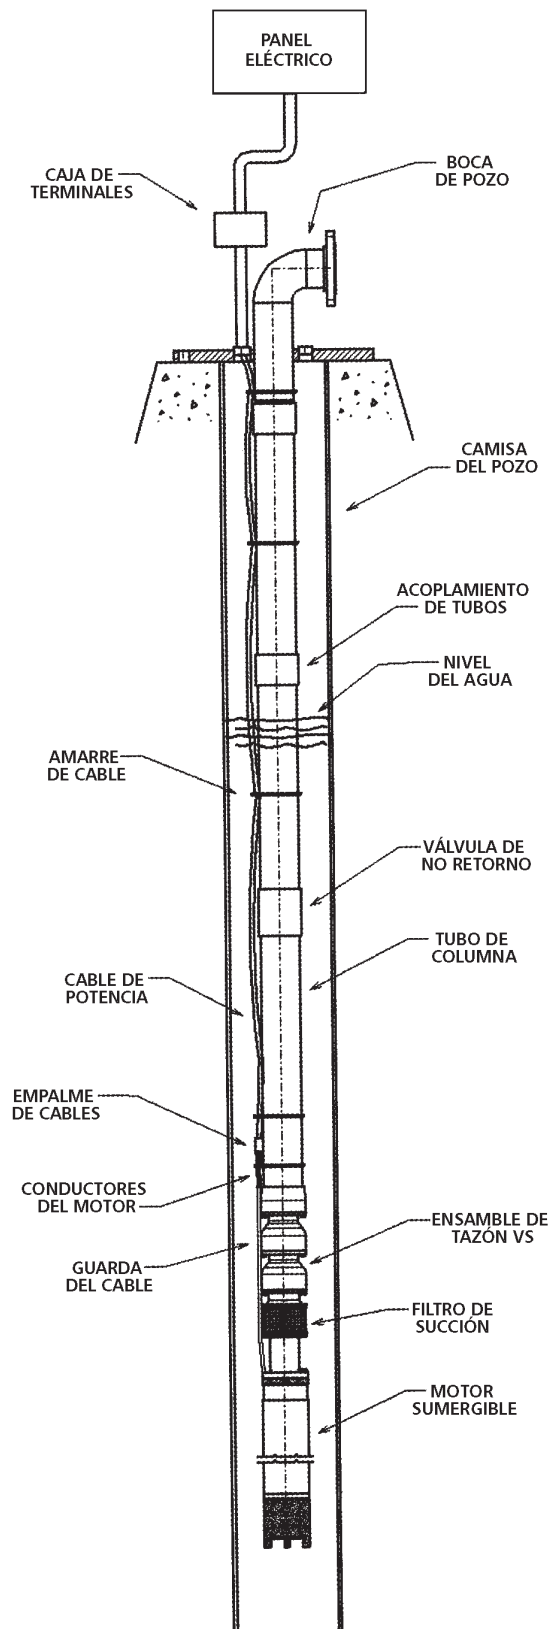

Figura 1 – Instalación típica de una bomba sumergible
La bomba Gould Pumps Modelo VS es del tipo de turbina sumergible diseñada para proporcionar un máximo de seguridad en la operación. Se ofrece con una capacidad de 100 a 5000 GPM y más, y con una cabeza estática de hasta 1000 pies. La Figura 1 muestra una bomba típica VS.
4. Instale una abrazadera de cable en cada lado del empalme de cable. *Vea la Figura 1.* Tenga cuidado de no dañar el cable. Si piensa instalar una línea aérea, coloque una guía al lado del cable y asegúrese de que no se pique con las abrazaderas. Si hay algún peligro de que el empalme se roce con la camisa del pozo durante la instalación, protéjelo con placas de rozamiento hechas de hule grueso o con una placa de acero. Verifique que los sistemas de puesta a tierra estén en su lugar.
8. Después de haber instalado la última pieza de tubo de columna, coloque la boca de pozo. Ponga una abrazadera de cable entre el último par de bridas de tubos de columna y la base de la boca del pozo. *Vea la Figura 1.* Lleve el cable de potencia y el sistema de puesta a tierra a través de un orificio grande barrenado en la base de la boca. Conduzca la línea de aire (si se usa) a través de uno de los orificios más pequeños en la base de la boca. El pequeño orificio restante es para la conexión de un venteo de pozo u otros accesorios. Todos estos orificios están roscados con la rosca estándar de tubería NPT o BSP. Si se requiere una junta entre la base de la boca y su superficie de montaje, ésta se debe colocar en la cimentación antes de instalar la boca del pozo.